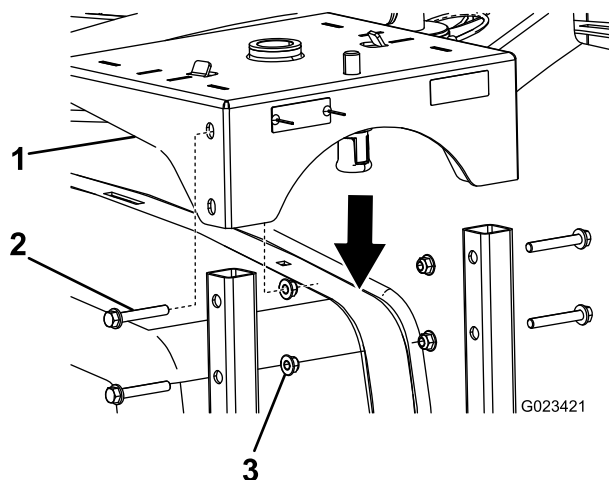

Figura 3
3. Baixe a base do cilindro da tubagem para as estruturas do cilindro da tubagem e prenda-as utilizando 4 parafusos compridos (3/8 pol.) e 4 porcas flangeadas (3/8 pol.) como se mostra na Figura 3.